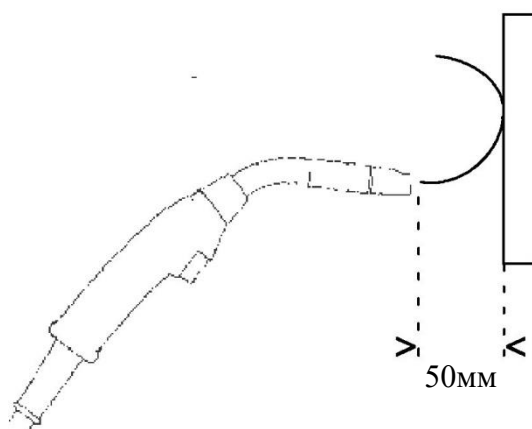

Рис. 2
- При расположении горелки на расстоянии около 50 мм от куска дерева (рис. 2) проволока должна подаваться наружу и загибаться.